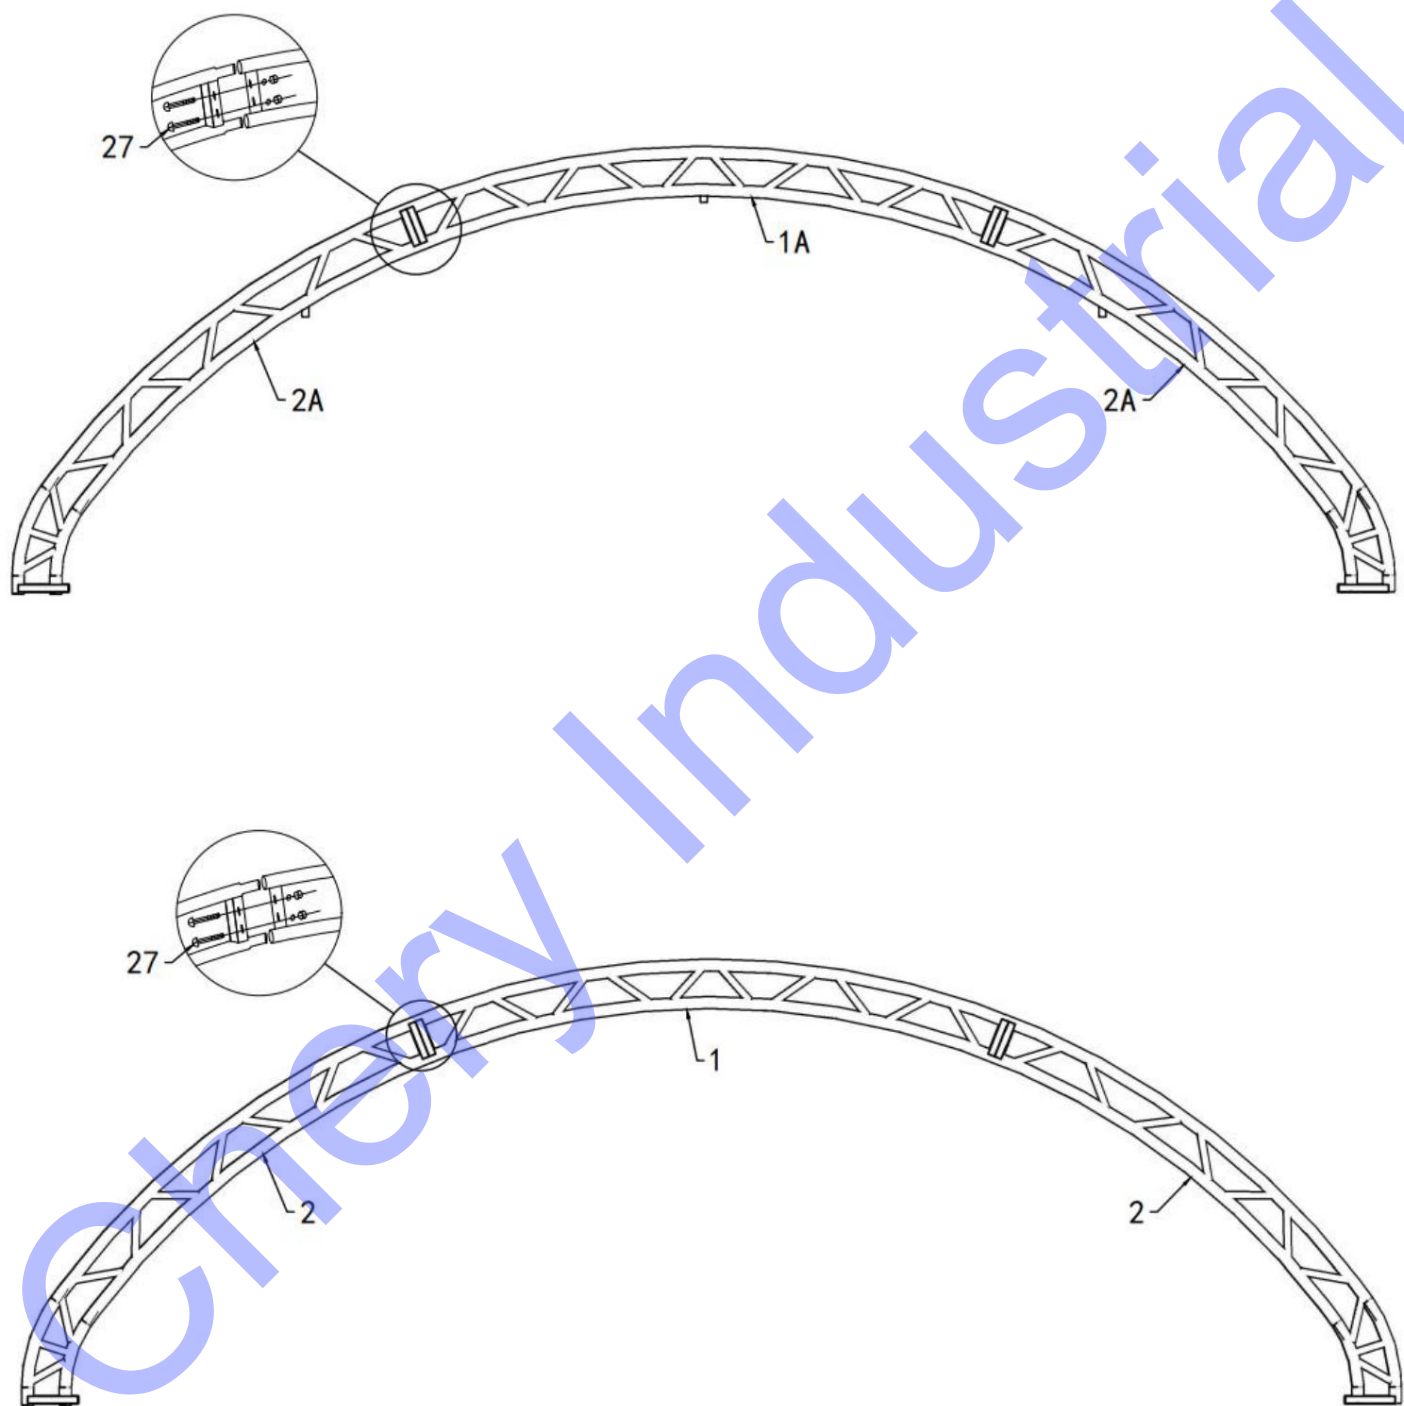

Figure 3
1. Comme le montre la figure 3, connectez le tube plié supérieur (NO.1/1A) et le tube plié inférieur (NO.2/2A) à l'aide du boulon M 12*30mm (NO.27), ce qui permet de réaliser un ou deux groupes d'arcs.